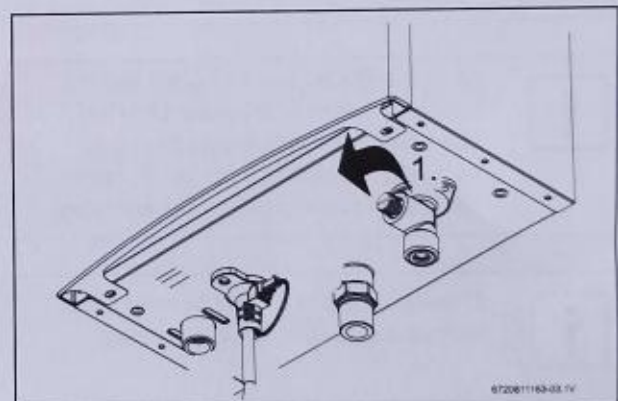

Fig. 10 Tornillo de purga
- El aparato no deberá instalarse en lugares cuya temperatura ambiente pueda ser inferior a 0 °C. En caso de que exista riesgo de congelación, desconecte y purgue el aparato (→ Fig. 10).